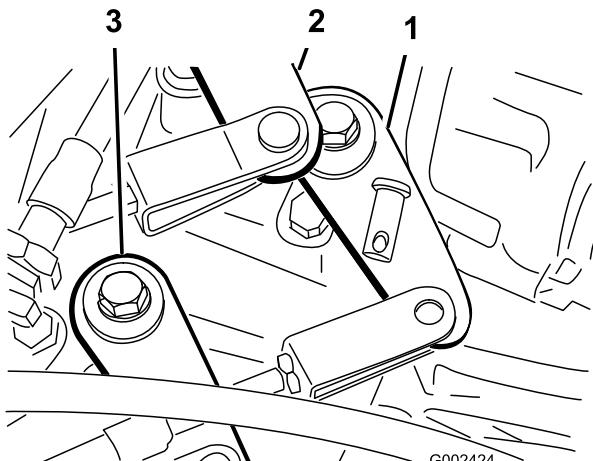

Рисунок 52
- Снимите шплинтуемые штифты, крепящие тросики переключения передач к рычагам переключения передач (Рисунок 52).
- Снимите шплинтуемый штифт, крепящий тросик высокого-низкого диапазона к трансмиссии (Рисунок 52).